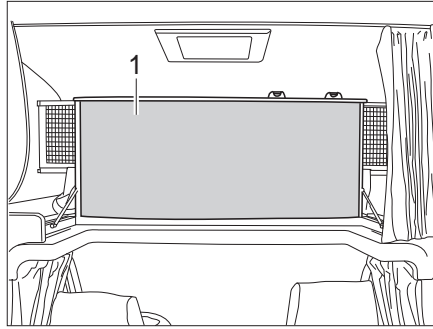

Bild 122 Alkopsäng, uppfälld
- Fäll upp alkopsängen (Bild 122,1) framtill. Alkopsängen hålls uppe av gasfjädrar.